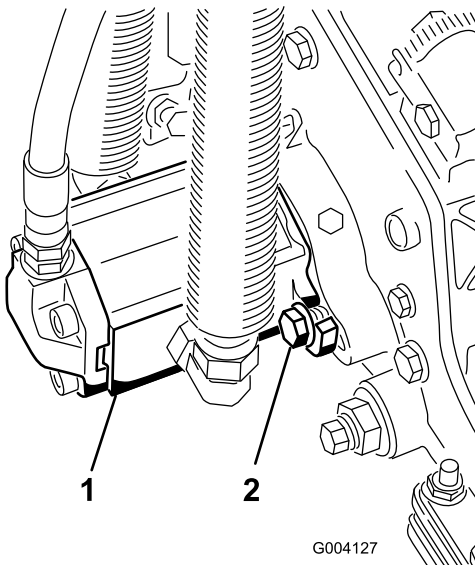

Bild 30
3. Montieren Sie den Motor; drehen Sie ihn nach rechts, damit die Motorflansche nicht die Schrauben berühren (Bild 30).